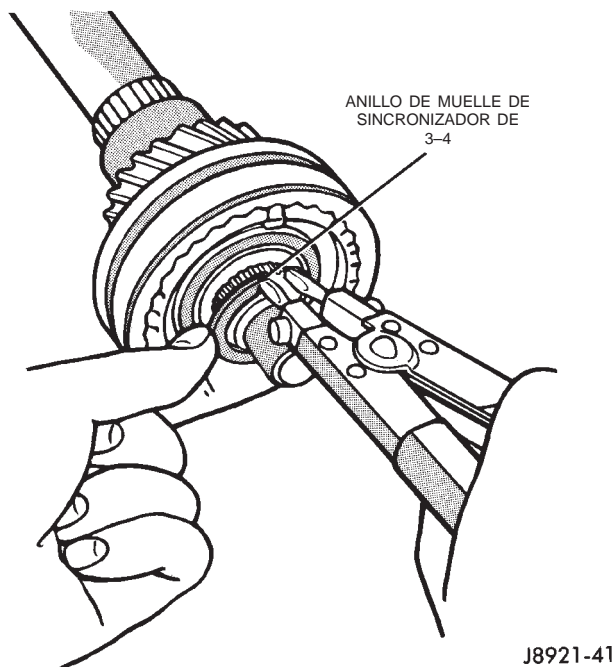

Fig. 116 Desmontaje de anillo de muelle de sincronizador de 3-4
(12) Retire el anillo de muelle de ajuste selectivo que fija el sincronizador de 3-4 en el eje transmisor (Fig. 116).